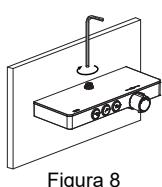

Figura 8
- g) Vuelva a colocar la cubierta de cristal y conecte el conector del riel de subida de nuevo al panel de ducha termostático (Figura 8).